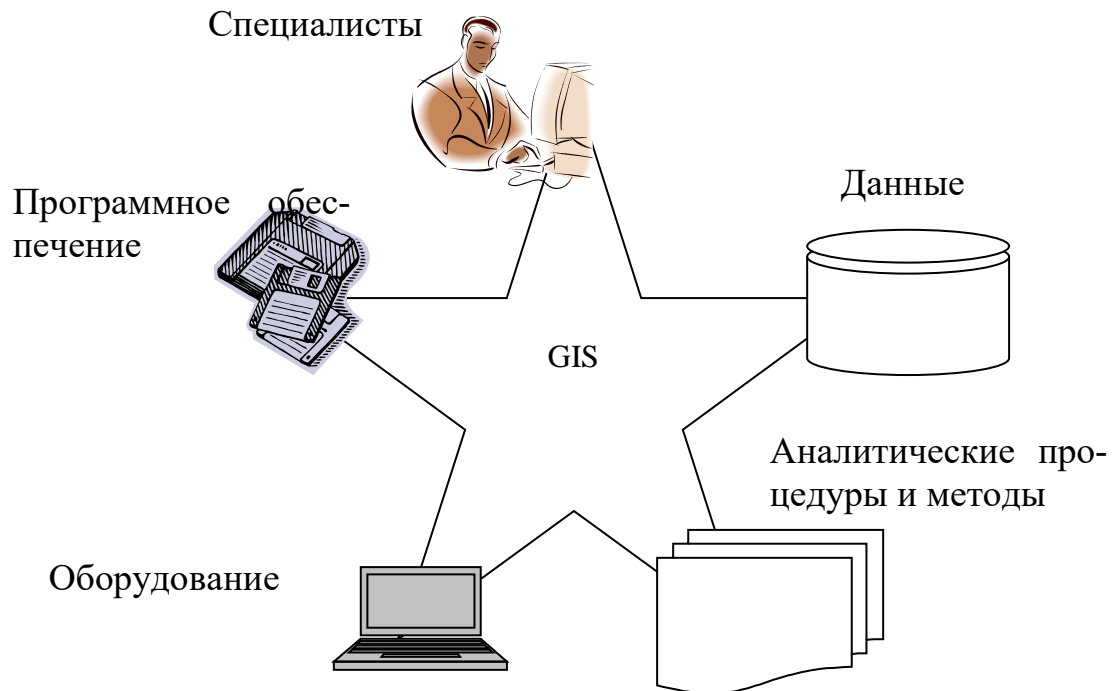

Рисунок 1 – Схематичное представление пяти основных компонентов
– Интеграция пяти основных компонентов (см. рисунок 1).